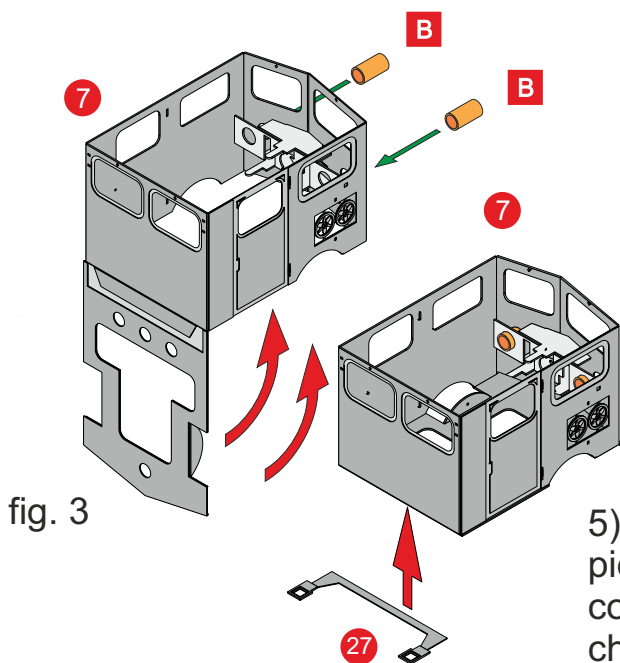

fig. 3
4) Chiudere la cassa come mostrato in fig 3. Preparare 2 spezzoni di tubicino in rame da 2mm [B] di diametro con lunghezza 4 mm lavorandoli con la lima nella parte anteriore. Questo al fine di ottenere una leggera conicità simulante la cornice anteriore dei fari. Inserire i tubicini nei quattro fori indicati dalle frecce verdi. il tubicino dovrà essere lasciato sporgente 1mm dalla parte esterna della cassa. Saldare infine la parte 27 nello scasso inferiore della cassa n°7, avendo accortezza di spianare a filo la saldatura con una limetta.